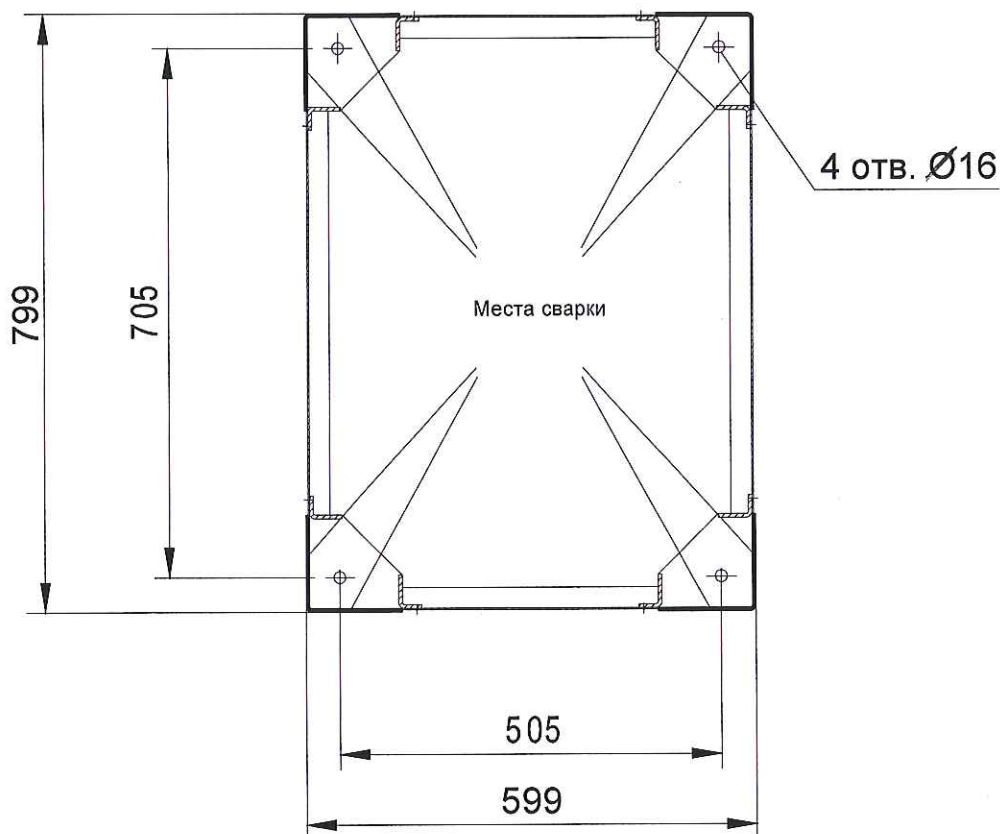

Рисунок 8 – Габаритные и установочные размеры цоколя приборного шкафа
6.2.1 Установить приборный шкаф на место, предусмотренное проектом. В закладных основания пола, к которым должен прикрепляться приборный шкаф, должны быть выполнены четыре отверстия диаметром 14 мм. Расположение отверстий должно совпадать с расположением крепежных отверстий в цоколе приборного шкафа (см. рисунок 8). Закрепить приборный шкаф к закладному основанию пола с помощью болтов, гаек и шайб из комплекта монтажных частей согласно ведомости еФ3.049.019-50 ВЧ следующим образом: